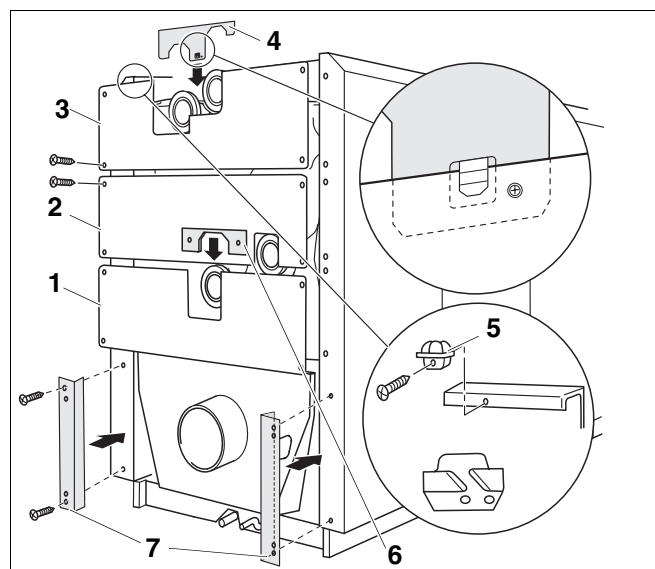

Fig. 26 Montering af bagvægsdele
Bagvæggen består af 7 dele (fig. 26).
- Skru den nederste bagvægsdel (fig. 26, **pos. 1**) til sidevægsafkantningen med 2 pladeskruer til venstre og 2 pladeskruer til højre.
- Skru den midterste lille bagvægsdel (fig. 26, **pos. 6**) på den bagerste bagvægsdel (fig. 26, **pos. 1**) med afkantningen indad med 2 pladeskruer.
- Isæt den midterste bagvægsdel (fig. 26, **pos. 2**) med Z-afkantningen bag den nederste bagvægsdel, læg den an mod sidevægsafkantningen, og skru dem sammen med hhv. 2 pladeskruer i højre og venstre side.
- Isæt den øverste bagvægsdel (fig. 26, **pos. 3**) med Z-afkantningen bag den midterste bagvægsdel, læg den an mod sidevægsafkantningen, og skru dem sammen med hhv. 2 pladeskruer i højre og venstre side.
- Hægt den øverste lille bagvægsdel (fig. 26, **pos. 4**) med lasken i den øverste bagvægsdel, og skru delene sammen med en pladeskrue.
- Skru en eller to kabelholdere (fig. 26, **pos. 5**) eller en kabelkanal på den øverste bagvægsdel.
- Skru venstre og højre lukkeplade (fig. 26, **pos. 7**) til sidevæggen med 2 pladeskruer i hver side.